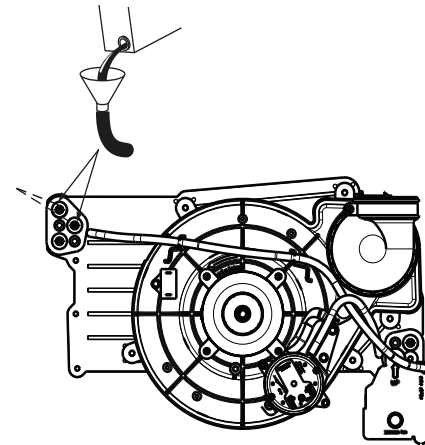

Fig. 61 – Amorçage du siphon de condensat
1. Retirez les bouchons de vidange central et supérieur de la boîte collectrice, à l'opposé du siphon de condensat. Consultez la Fig. 61.
2. Raccordez le tube de 16 mm (5/8 po) de diamètre intérieur, fourni sur place, accompagné de son entonnoir, au raccord d'évacuation supérieur de la boîte collectrice. Consultez la Fig. 61.